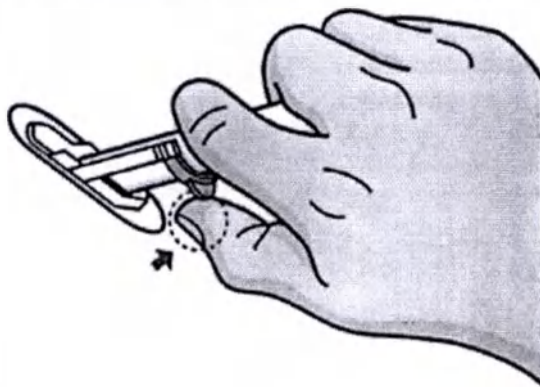

Рисунок 6. Снимите стопорный штифт
10. После введения датчика потяните назад, чтобы извлечь фиксатор устройства для введения, одновременно удерживая его большим пальцем руки (рисунок 6).